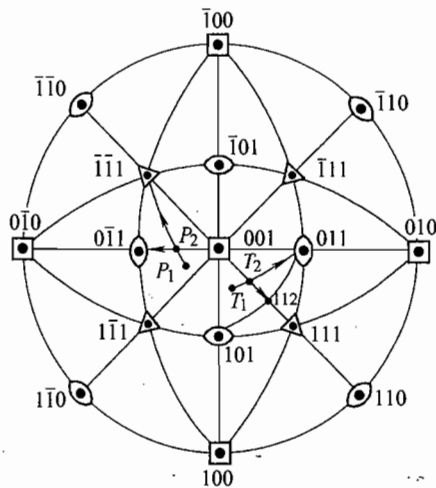

图 1-1 第一题第 2 小题解答图
2. α -黄铜为 FCC 结构, 滑移系统为 $\{111\} \langle 10\bar{1} \rangle$ 。沿轧向受到拉力的作用, 晶体滑移转动。如图 1-1 所示, 在晶体学坐标系中, 设拉力轴 T_1 位于 001 - 101 - 111 取向三角形中, 则始滑移系为 $(\bar{1}\bar{1}1)[011]$, 拉力轴转向 $[011]$ 方向, 使拉力轴与滑移方向的夹角 λ 减小。当力轴到达两个取向三角形的公共边, 即 T_2 时, 开始发生双滑移, 滑移系 $(\bar{1}\bar{1}1)[101]$ 也启动, 拉力轴既转向 $[011]$ 方向, 又转向 $[101]$ 方向, 结果沿公共边转动。到达 $[112]$ 方向时, 由于 $[101]$ 、 $[112]$ 、 $[011]$ 位于同一个大圆上, 两个 λ 角同时减小到最小值, 故 $[112]$ 为最终稳定位置, 从而使 $\langle 112 \rangle$ 方向趋向于轧向; 在轧面上受到压力作用, 设压力轴 P_1 位于 001 - $0\bar{1}1$ - $\bar{1}\bar{1}1$ 取向三角形中, 则始滑移系为 $(\bar{1}\bar{1}1)[101]$, 压力轴转向 $(\bar{1}\bar{1}1)$ 面, 使压力轴与滑移面的夹角 ϕ 减小。当力轴到达两个取向三角形的公共边, 即 P_2 时, 开始发生双滑移, 滑移系 $(111)[\bar{1}01]$ 也启动, 压力轴既转向 $(\bar{1}\bar{1}1)$ 面, 又转向 (111) 面, 结果沿公共边转动。到达 $(0\bar{1}1)$ 面时, 由于 $(\bar{1}\bar{1}1)$ 、 $(0\bar{1}1)$ 、 (111) 位于同一大圆上, 两个 ϕ 角同时减小到最小值, 故 $(0\bar{1}1)$ 为最终稳定位置, 从而使 $(0\bar{1}1)$ 面趋于平行于轧面。其结果, $\{110\} //$ 轧面, $\langle 112 \rangle //$ 轧向。